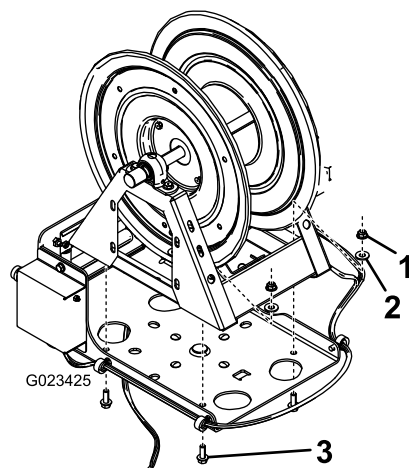

Figura 22
5. Sujete el carrete de la manguera al soporte giratorio con 4 pernos ($3/8''-16 \times 1''$), 4 arandelas ($7/16''$) y 4 tuercas con arandela prensada ($3/8''-16$), como se muestra en la Figura 22.